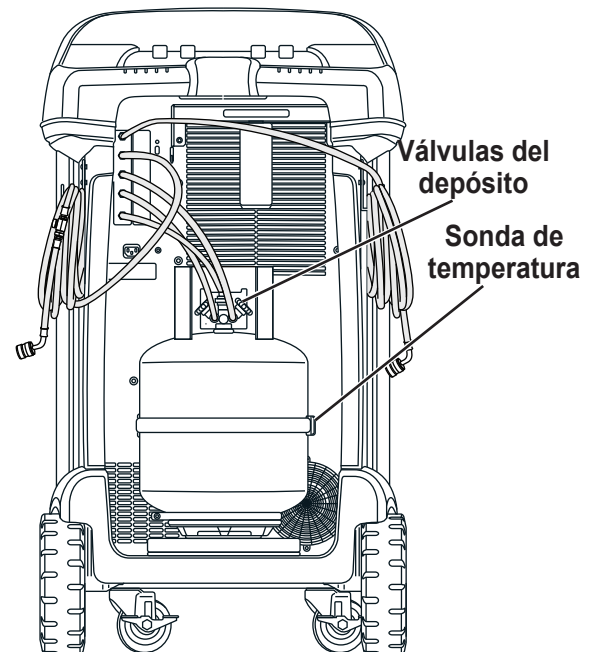

Figura 7
6. Al usuario se le solicitará reemplazar el depósito de refrigerante situado en la parte trasera de la unidad por uno designado para el refrigerante que acaba de seleccionar, conectar las mangueras del depósito, abrir las válvulas del depósito y volver a instalar la sonda de temperatura. Consulte Figura 7.